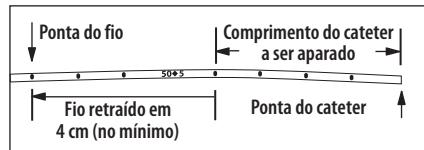

Figura 2
8. Retire o estilete de reforço através do septo para retrair o fio em, no mínimo, 4 cm atrás do local de corte do cateter (consulte a Figura 2).